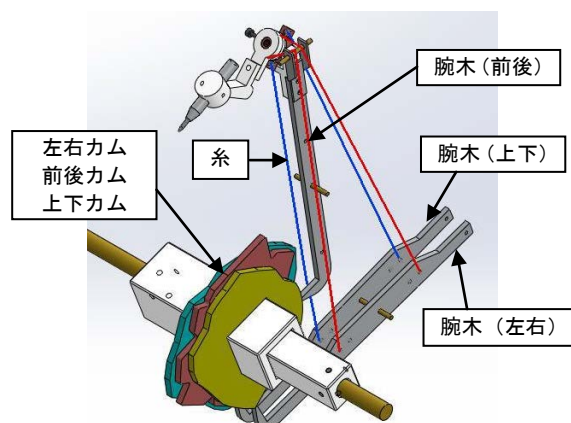

図3 カムの接続と動作
1) カムの仕様 文字を書く腕の動作は3枚のカム(上下カム, 左右カム, 前後カム)が回転して制御されている。それぞれのカムで3本の腕木を変位させ文字を書く腕の動作をさせているのである(図3)。そのため3種類の文字を書くためには合計9枚のカムを製作し、切替えて文字を書かせる必要がある。さらに、顔の向きを動く筆先に向かせるために、顔も上下カムおよび左右カムに連動させて動作させている。